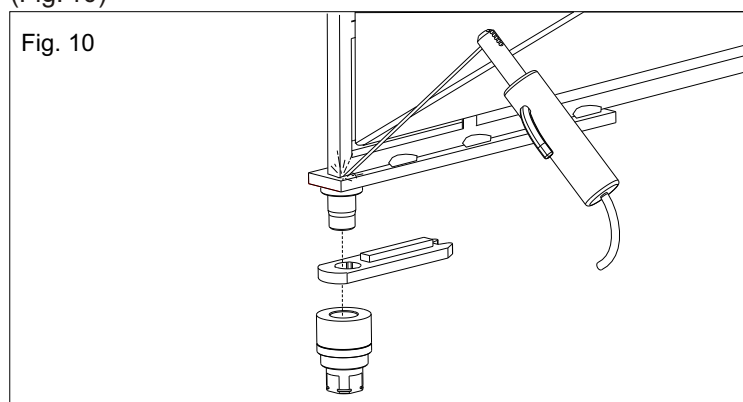

Fig. 10
3.2. soldar con cuidado el conjunto hoja a la hoja de la cancela realizando una fijación por tramos de aprox. 3-4 cm a lo largo de la superficie de contacto evitando la soldadura en las cercanías de los huecos que tienen rosca, además de hacer en modo que venga respetada la perpendicularidad con las asas de rotación (Fig. 10)